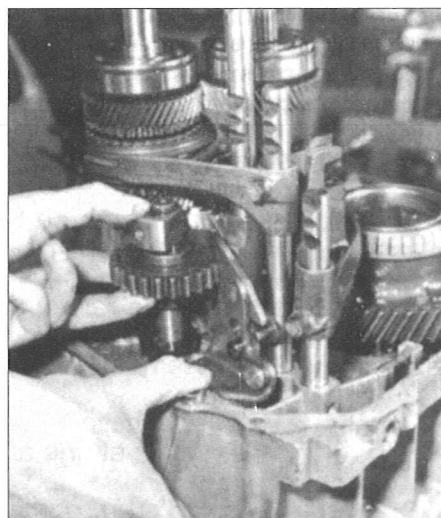

Fig. 45
- Desmontar o carreto e o veio da marcha-atrás e a alavanca da forquilha de selecção (Fig. 45).